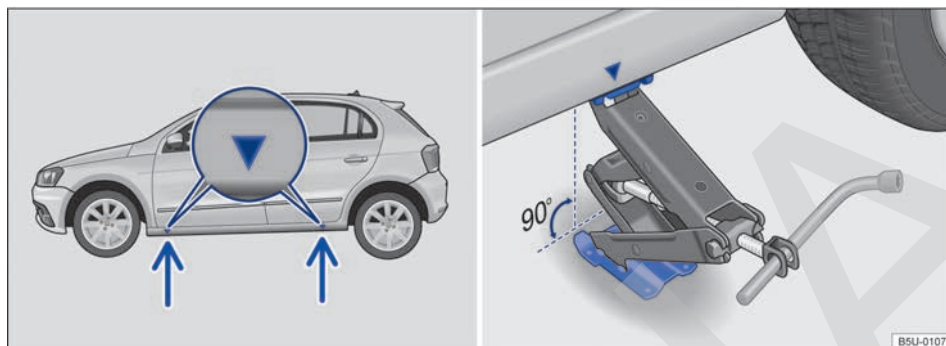

Fig. 139 Puntos de apoyo del gato y gato posicionado atrás en el lado izquierdo trasero del vehículo.
La figura → fig. 139 ilustra, a modo de ejemplo, los puntos de apoyo del gato del modelo Nuevo Gol 4 puertas. El modelo Nuevo Gol 2 puertas sigue el mismo concepto.
El gato únicamente puede ser posicionado en los puntos de apoyo indicados (marca en la carrocería) → fig. 139. Es válido el punto de apoyo ubicado próximo a la rueda correspondiente → ⚠️.
7. Buscar debajo del vehículo el punto de apoyo del gato → fig. 139 más cerca de la rueda que se debe cambiar.
9. Garantizar que la base del gato, con toda su superficie, esté sobre el piso y que la base se encuentre perpendicularmente por debajo del punto de colocación → fig. 139.
10. Alinear el gato y, simultáneamente, levantar la garra del gato hasta que se encaje en el travesaño debajo del vehículo → fig. 139.
- Posicionar el gato únicamente en los puntos indicados. La garra del gato debe encajarse en el perfil del larguero de forma segura → fig. 139.